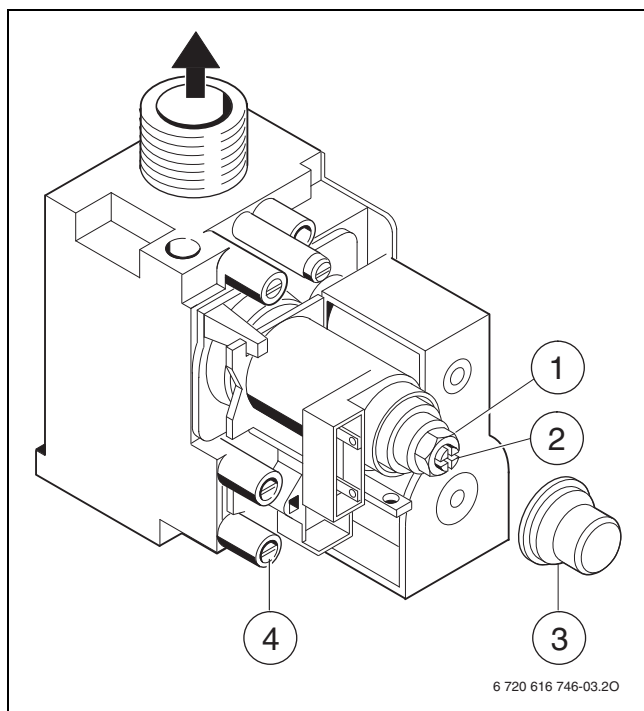

Fig. 24 Válvula del gas
- Retirar la cubierta de la válvula de gas → fig. 24.
- La **máxima** presión de inyector indicado (mbar) consta en la tabla en la página 32. Ajustar la presión de inyectores mediante el tornillo de regulación de máxima cantidad de gas (→ fig. 24).
- La **mínima** presión de inyector indicado (mbar) consta en la tabla en la página 32. Ajustar la presión de inyectores mediante el tornillo de regulación de mínima cantidad de gas (→ fig. 24).
- Soltar el tornillo estanco de la boquilla de medición para presión de conexión del gas y conectar el manómetro (→ fig. 24).
- ▶ El caudal de gas a potencia **máximo** adecuado consta en la tabla en la página 32. Ajustar la presión de inyectores mediante el tornillo de regulación de máxima cantidad de gas (→ fig. 24).
- ▶ El caudal de gas a potencia **mínima** adecuado consta en la tabla en la página 32. Ajustar la presión de inyectores mediante el tornillo de regulación de mínima cantidad de gas (→ fig. 24).